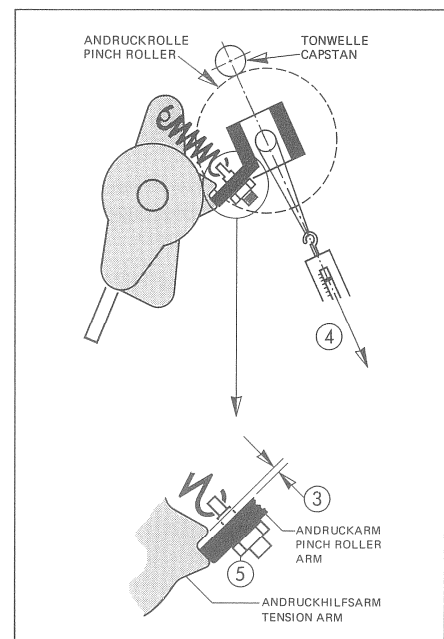

Fig. 3.3.4
Die Andruckkraft der Andruckrolle mit einer Federwaage (0-2,5kp) messen. Sie soll im Moment des Abhebens der Andruckrolle von der Capstanachse 1,6kp  $\pm$  0,1kp betragen. Die Justierung erfolgt mit der Sechskantmutter (5) (SW 7) am Andruckarm (Fig. 3.3.4).
Measure pinching force of the pressure roller with a spring balance (0-2.5 kp). At the moment when the pressure roller lifts off the capstan shaft, it should measure 1.6kp  $\pm$  0.1kp. Correct the force by adjusting the hexagon nut (5) (SW 7) at the pressure arm (Fig. 3.3.4).
The clearance can be checked by manually pressing the pressure roller lightly against the capstan shaft and alternately pressing the PLAY and the STOP key (see Fig. 3.3.4).